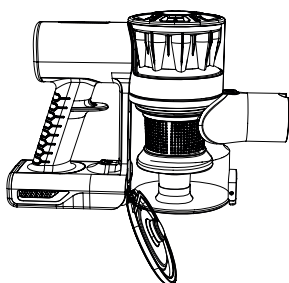

FIG. 1
Abrir la tapa de vaciado del depósito pulsando el botón (F) y verter su contenido en un contenedor de basura apropiado. (Fig.1)